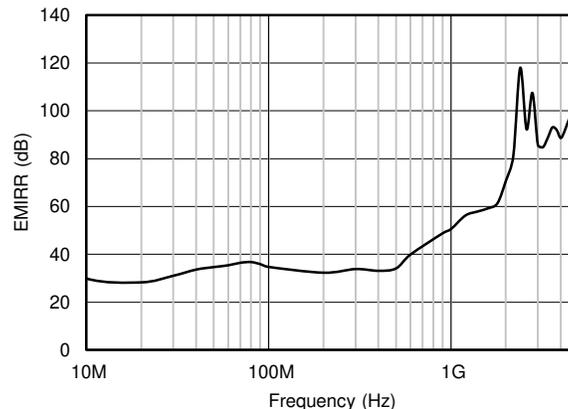

图 6-1. EMIRR 测试
TLV906x 通过集成电磁干扰 (EMI) 滤波降低无线通信设备、混合使用模拟信号链和数字元件的高密度电路板等干扰源产生的 EMI 效应。利用电路设计技术可以提高 EMI 抗扰度；TLV906x 从这些设计改进中受益。德州仪器 (TI) 已经开发出在 10MHz 至 6GHz 扩展宽频谱范围内准确测量和量化运算放大器抗扰度的功能。图 6-1 展示了对 TLV906x 执行此测试的结果。表 6-1 列出了在实际应用中 TLV906x 在常见特定频率下的 EMIRR IN+ 值。有关详细信息，请参阅运算放大器的 EMI 抑制比应用手册。